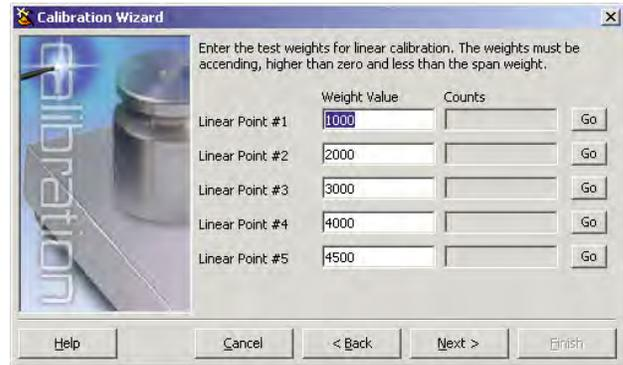

Figura 5-9. Pantalla iRev de Calibración Lineal
- Si se realiza una calibración lineal, se podrán ingresar hasta 5 puntos en la pantalla que se muestra en la Figura 5-9. Los pesos deberán estar en orden ascendente, sin incluir el Cero y Amplitud. Ingrese los pesos y de *click* en el